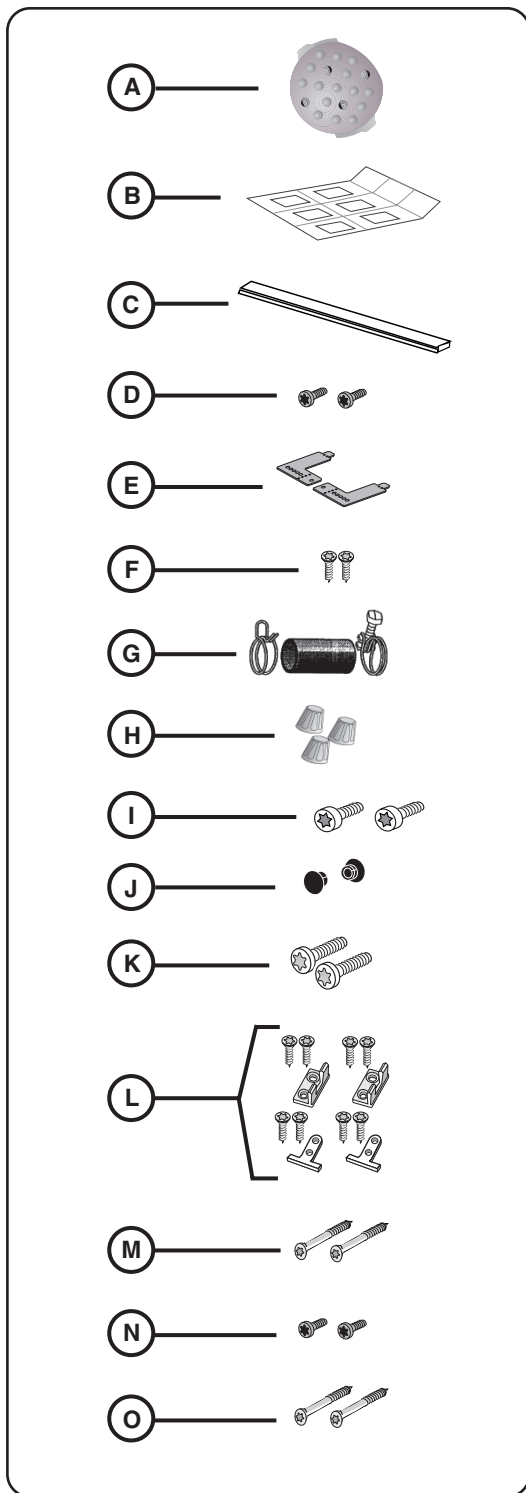

Figure 1
Also, if you are writing, please include a daytime phone number where you can be reached. You will find the model and serial number information on the label located on the right-hand side of the inner door of your dishwasher, see Figure 1. It will look similar to this:
Les pièces pour le lave-vaisselle sont dans un ou plusieurs sacs en plastique. S'assurer que toutes les pièces illustrées à la figure 1 sont comprises avec le modèle. (REMARQUE : Les illustrations ne sont pas à l'échelle.) S'il manque des pièces, communiquer avec le marchand immédiatement.
- Bras gicleur pour grands articles (Figure 1, lettre A)
SHI/SHV (Figure 1, lettre B).
Modèles SHY66 et SHX99A ont aussi une bande d'isolation en coton (Figure 1, lettre C).